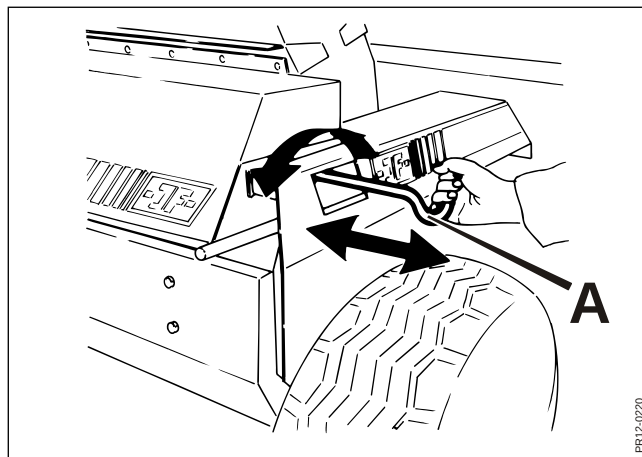

Fig. 4-19
- Fig. 4-19** 7. Grib fat i håndtaget A og giv forsigtig tilspænding ved at dreje på håndtaget til stenen netop rører knivene. Træk nu stenen i en langsom glidende bevægelse hen over hele rotoren og tilbage igen. Giv lidt mere tilspænding og gentag bevægelsen hen over hele rotorens bredde, således at knivene i hele rotorens bredde slibes.